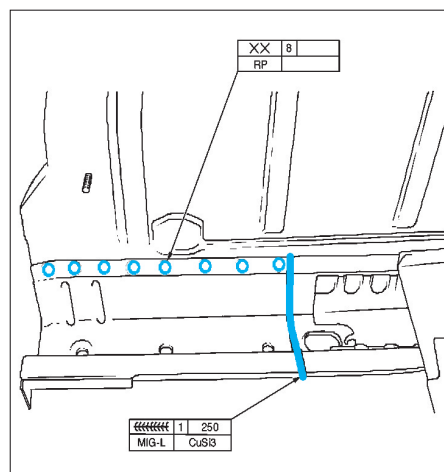

FIG. 123
- Souder le longeron à la caisse (fig. 123).